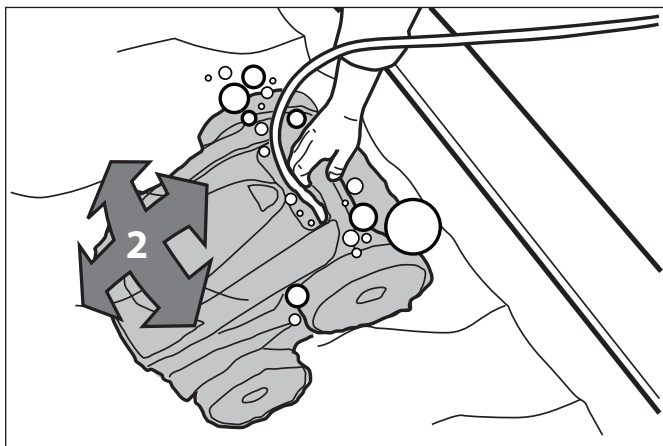

Figure 14. Robot nettoyeur descendant au fond de la piscine
2. S'assurer que le nettoyeur descende jusqu'au fond de la piscine et ne flotte pas (Figure 14).